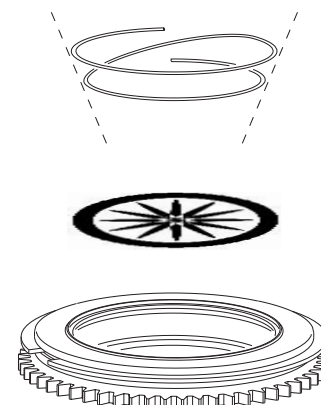
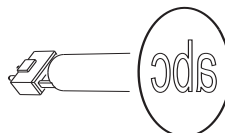

Figure 20: Porte gobo tournant
Figure 22. Orientation correcte des gobos
5. Insérez le nouveau gobo dans son support, la face côté lampe tournée vers le haut (voir Figure 22 et Figure 20).
6. Insérez le ressort, son côté serré contre le gobo. Pour identifier le 'côté serré', aplatissez le ressort : le côté serré se trouve au centre - voir Figure 20. Bloquez l'autre extrémité sous le rebord du porte-gobo.
Les sens d'installation donnés en Figure 22 sont corrects dans la plupart des cas mais consultez votre fabricant ou votre revendeur Martin si vous avez le moindre doute sur le sens à donner à un type de gobo spécifique.